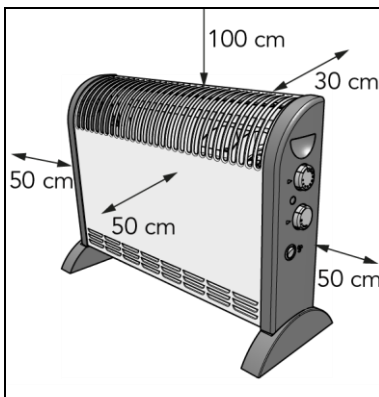

Figura 6
6. Amplasați dispozitivul la o distanță minimă de degajare a căldurii (Figura 6) de: